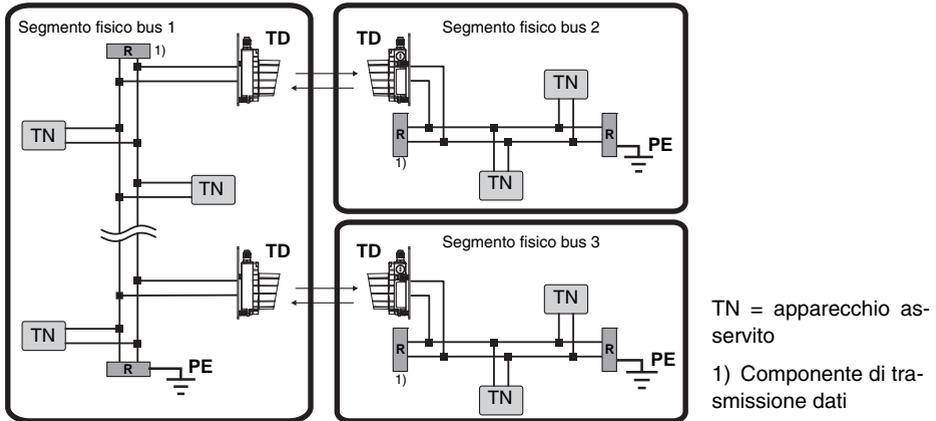

Figura 9.9: Cablaggio DeviceNet / CANopen
- In ogni segmento fisico di bus, le estremità delle linee devono terminare tra CAN\_L e CAN\_H (vedi figura 9.9  ).
- Il potenziale di riferimento CAN\_GND deve essere collegato con il potenziale di terra (PE) solo su un punto di un segmento fisico di bus (vedi figura 9.9).